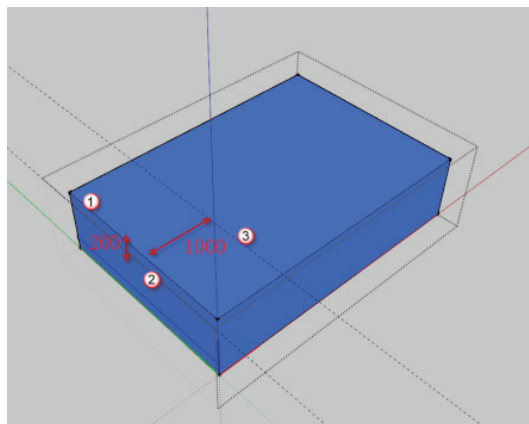

图 2.6 绘制参考线 2
(6) 绘制参考线 2。按 T 快捷键发出“卷尺工具”命令。选中体块顶面①处线段，将其沿蓝轴反向移动 200mm 至②处，再选中①处线段，将其沿红轴正向移动 1000mm 至③处，如图 2.6 所示。